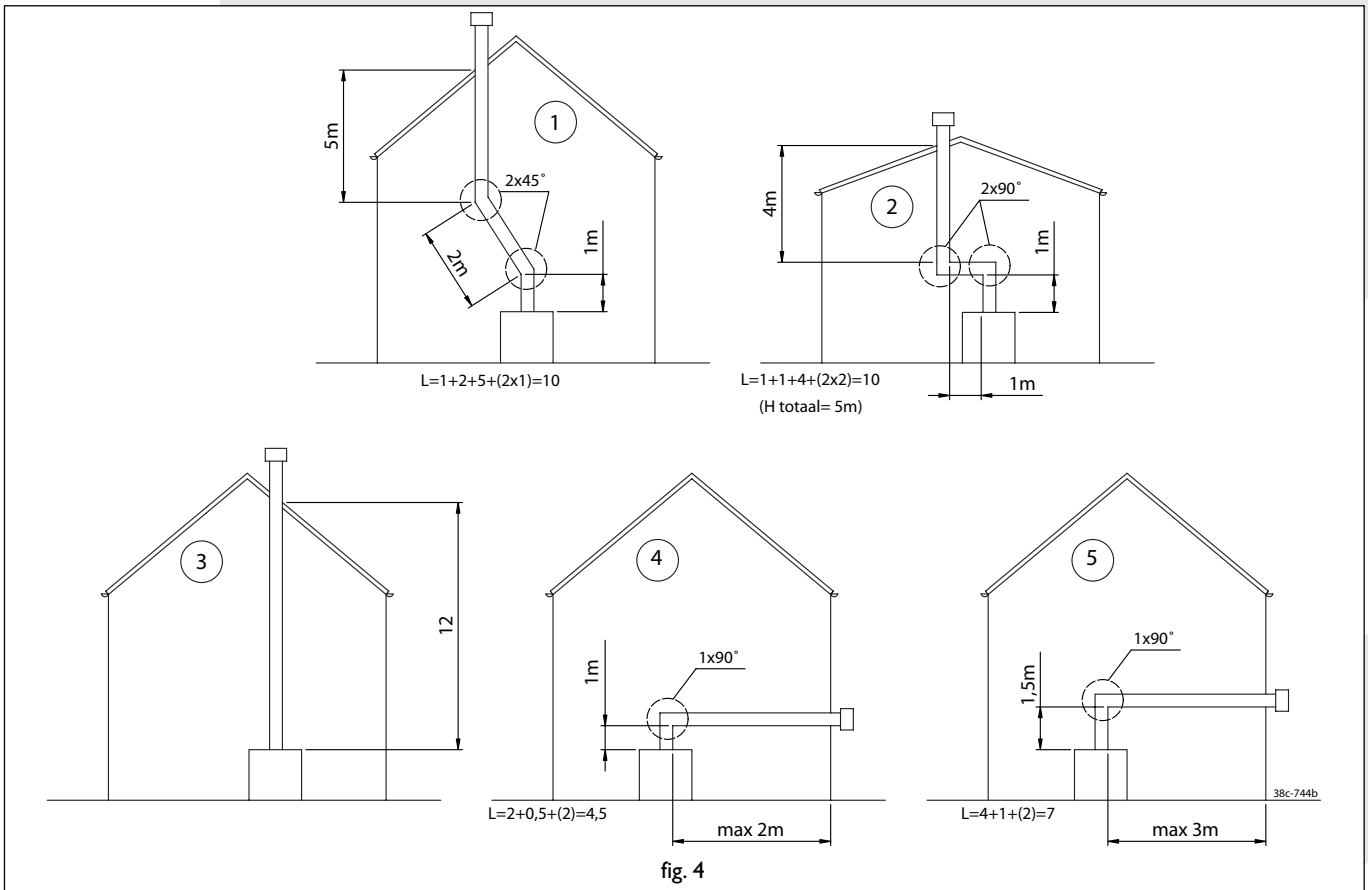

fig. 4
## Aansluitmogelijkheden (fig. 4)
- altijd eerst 1 meter pijp verticaal plaatsen, behalve fig. 4, voorbeeld 5.
De maximale totale lengte is de som van de buislengte plus de vervangende lengte voor de bochten (zie de 5 voorbeelden in fig. 4).